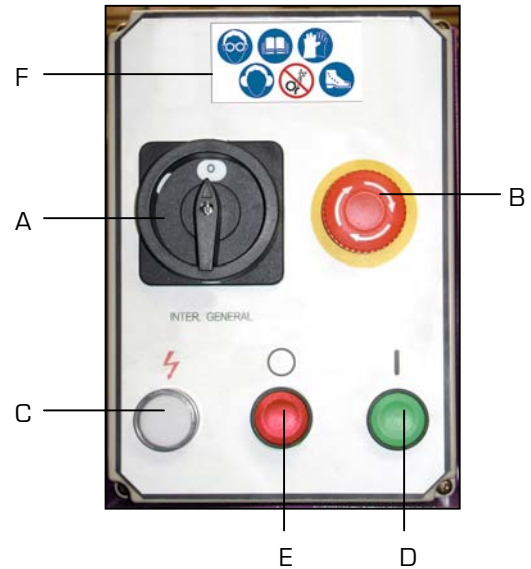

Figure 3
- Sectionneur général cadenassable (mise sous tension) [A fig.3]. Le voyant blanc [C fig.3] précise la mise sous tension.
- Commutateur de vitesse [A fig.3] :
- Arrêt général avec l'arrêt coup de poing à accrochage [B fig.3].
- L'interrupteur vert « I » [D fig.3] permet la mise en route de la machine en mode descente autonome ainsi que de la pompe de liquide de coupe.
- L'interrupteur rouge « O » [E fig.3] permet d'arrêter la rotation du ruban ainsi que la pompe de liquide de coupe.
- Pictogramme de sécurité [F fig.3].
10. Déverrouiller l'arrêt coup de poing à accrochage (B fig.3).
11. Régler la vitesse du ruban correspondante à la matière à couper à l'aide du sectionneur général/commutateur de vitesse (A fig.3) [position « 1 » ou « 2 »].
12. Appuyer sur l'interrupteur vert « I » (D fig.3) : la rotation du ruban est actionnée ainsi que la pompe de liquide de coupe.
- Appuyer sur l'interrupteur rouge « O » (E fig.3).
- Positionner le sectionneur général/commutateur de vitesse (A fig.3) en position « O ».
- Appuyer sur l'arrêt coup de poing à accrochage (B fig.3).